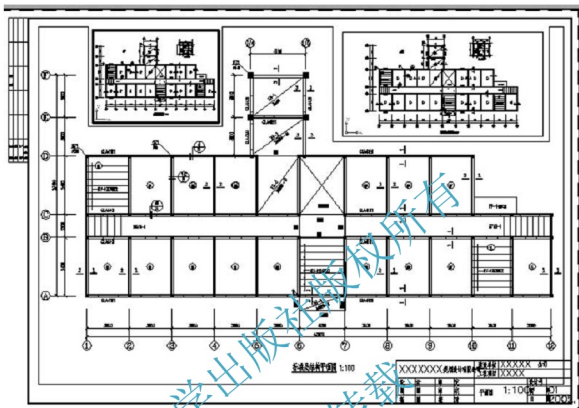

图 5.67 新建两个视口
④ 用【视口】工具栏上的【单个视口】命令创建图 5.67 所示的两个视口。注意观察图 5.67，左上角的视口线为粗线，另外两个视口线为细线，其中粗视口线口的视口为当前视口。只需在某个视口内单击，就可以将该视口设定为当前视口。